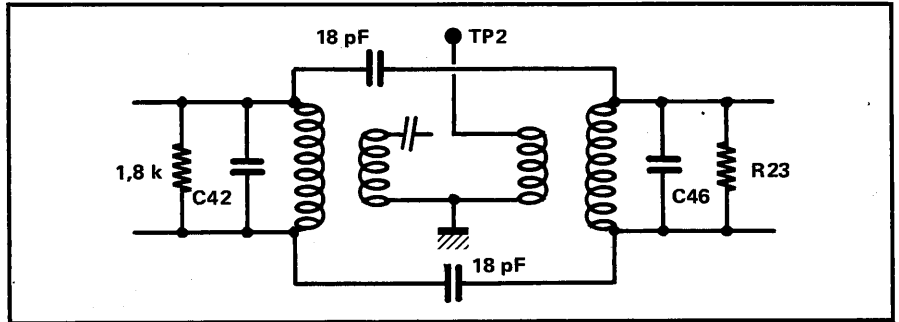

Fig. 5. — Schéma modifié.
- le circuit sera modifié comme indiqué figure 5.